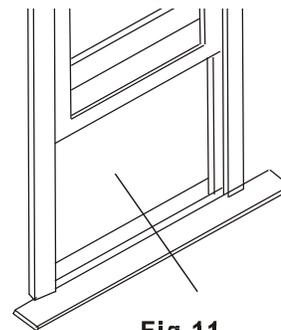

Fig. 11
1. Ouvrez la fenêtre et marquez le centre du rebord de la fenêtre, tel qu'illustré (Fig. 11).